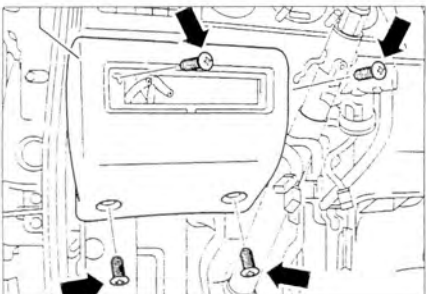

Рис. 10.29. Выкрутите винты (стрелки) и снимите панель 1.
10. Выкрутите винты (стрелки) и снимите панель 1 (рис. 10.29).